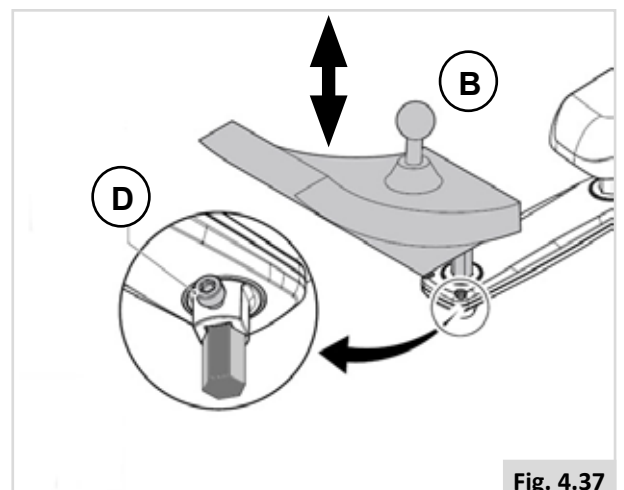

Fig. 4.37
Preconfiguración de la altura del mando de control (2), (Fig. 4.37)
1. Afloje (D).
2. Deslice (B) hacia la posición deseada.
3. Ajuste (D).